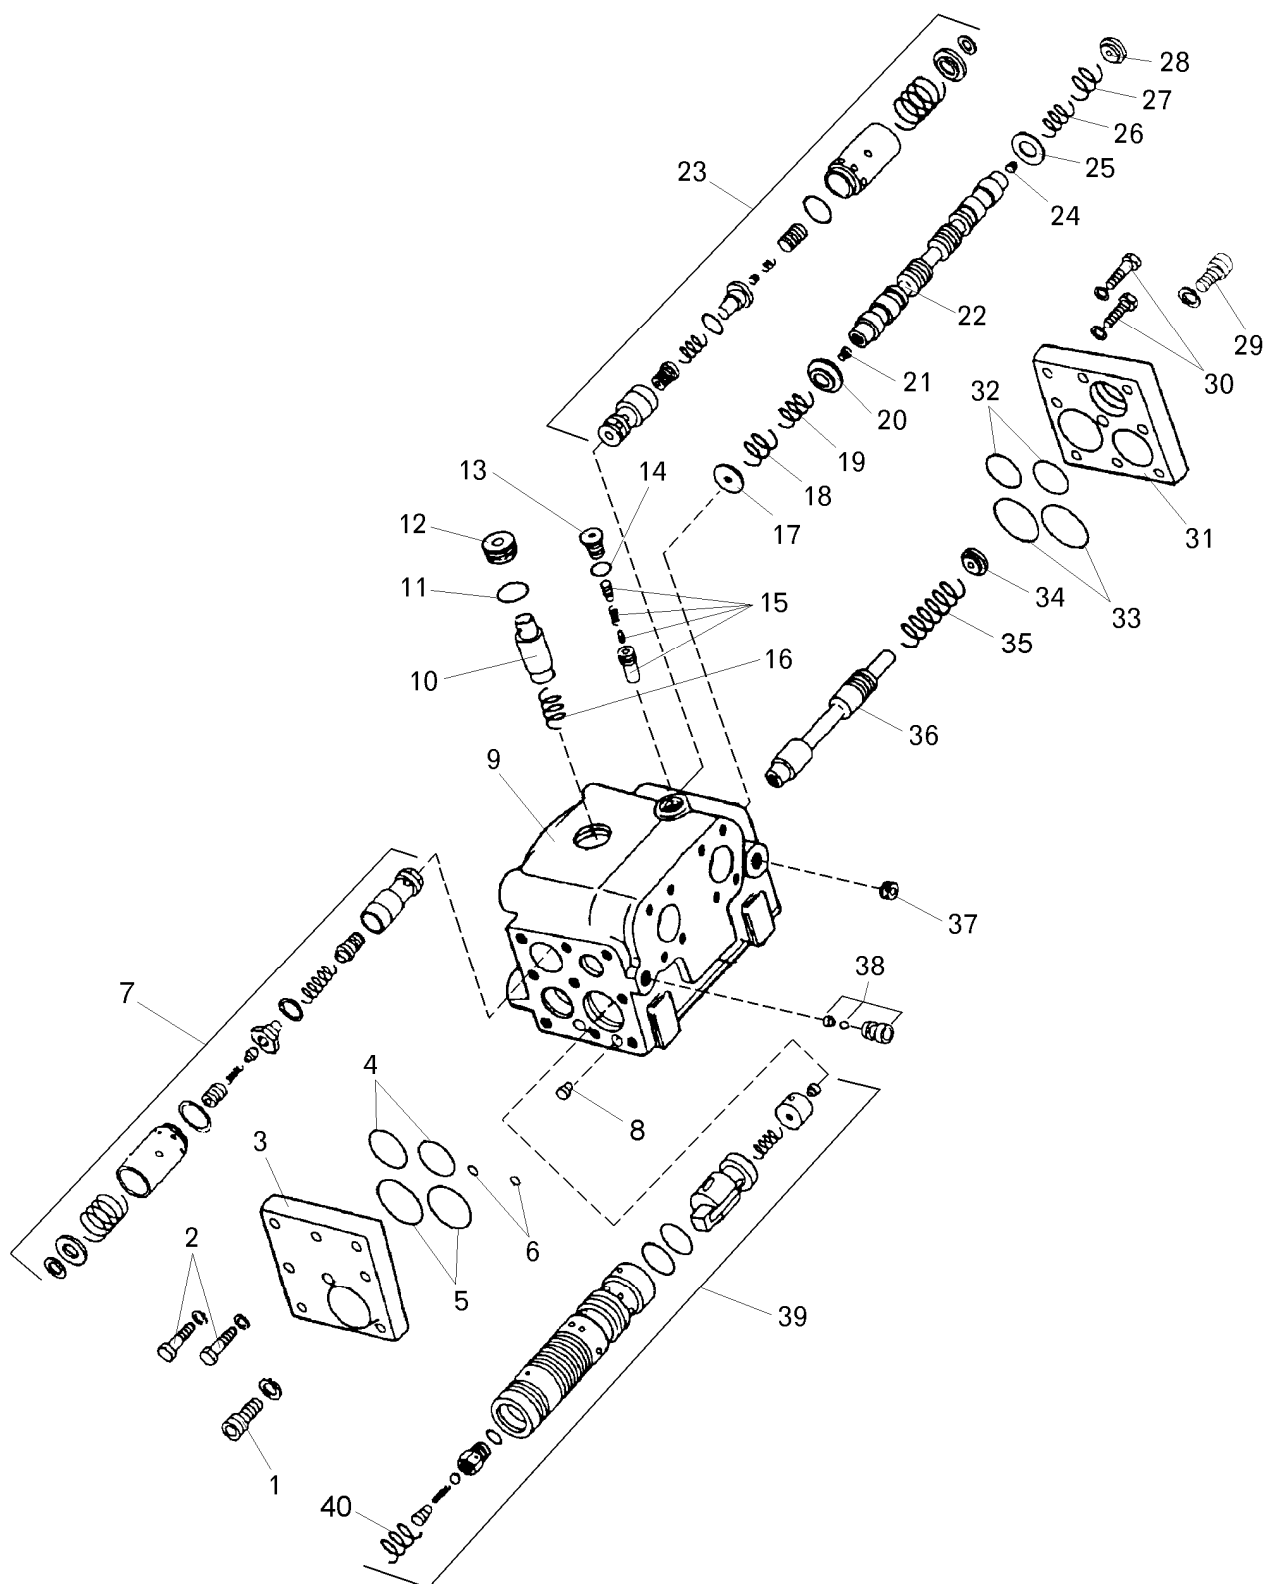

Figure 9.7 - Amplificateur de débit:
- dévisser les boulons 29 et 30 avec les rondelles élastiques, retirer le couvercle 31 et les bagues d'étanchéité 32 et 33 (figure 9.7);
La soupape de protection 15 (figure 9.7), le restricteur unidirectionnel 38 et la soupape de contre-pression 10 sont également entretenus comme des unités distinctes dans l'ensemble.